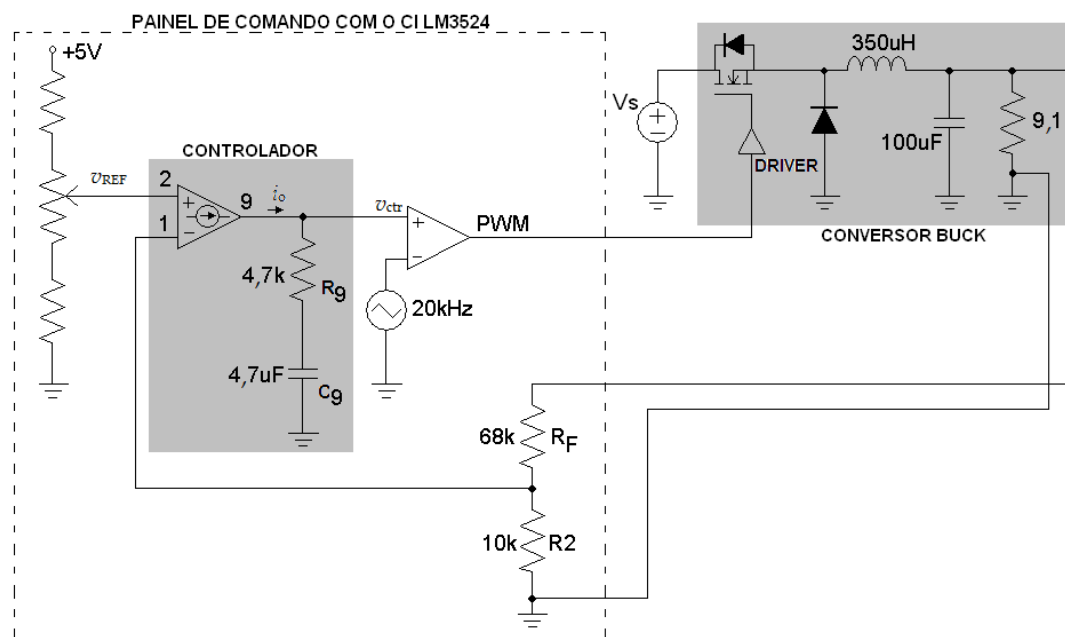

Figura 2 - Conversor *Buck* em malha fechada usando o amplificador de erro do CI LM3524 como controlador
A Figura 2 mostra o diagrama de ligações do conversor *Buck* ao controlador. Observa-se que a tensão de referência  $V_{ref}$  é ligada ao pino 2 (entrada não inversora do AMPOP do CI), e que a tensão de saída  $v_o$  do conversor *Buck*, após passar pelo divisor de tensão (o “sensor”), resulta na tensão de saída medida  $v_{omed}$  que é ligada à entrada inversora, no pino 1. A tensão de saída do AMPOP (pino 9) é a própria tensão de controle  $v_{ctr}$ , aplicada à entrada do modulador
A tensão de saída  $v_{ctr}$  do controlador (que é também a tensão de entrada do modulador PWM), é igual à soma das tensões no resistor  $R_9$  e no capacitor  $C_9$ , como mostrado na Figura 2. Essas tensões dependem da corrente de saída  $i_o$  do AMPOP. (A corrente de entrada do comparador do modulador PWM é desprezível). A equação (2) sintetiza essa relação:
6. Efetue o fechamento da malha de controle da tensão de saída do conversor utilizando o próprio módulo de comando PWM, como mostrado na Figura 2.